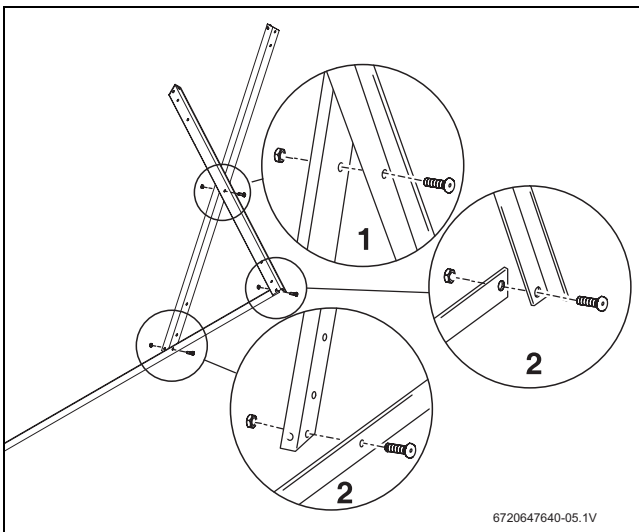

Fig. 11 Atornillar el perfil de soporte inferior al perfil de soporte acumulador
- ▶ Atornillar dos perfiles de soporte del acumulador por el centro en forma de cruz (→ Fig. 11, [1]) y montar los sobre el perfil de soporte inferior [2], de manera que la superficie que descansa en el suelo quede hacia adentro.